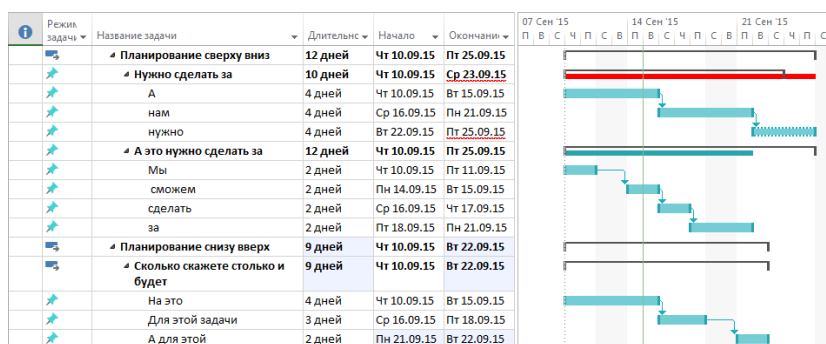

Рисунок 4.3 – Отличия планирования сверху-вниз и снизу-вверх
3. Проводится анализ сроков, заданных руководителем, и сроков, запрашиваемых исполнителем, Рисунок 4.3.
При планировании снизу вверх, суммарные задачи переводятся в автоматический режим, и их длительность рассчитывается от длительности вложенных задач, Рисунок 4.3.